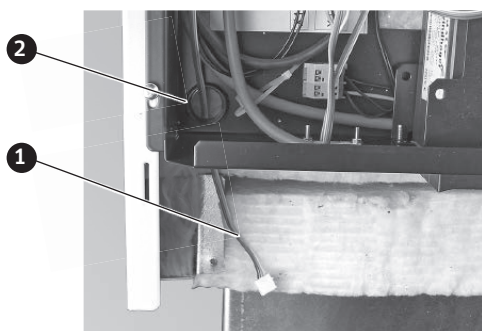

Fig. 80 Infilare il cavo InfoWINPLUS
- ▶ Prima di montare il pannello di comando occorre portare il cavo InfoWINPLUS dal quadro di comando sul davanti a sinistra – Fig. 80.